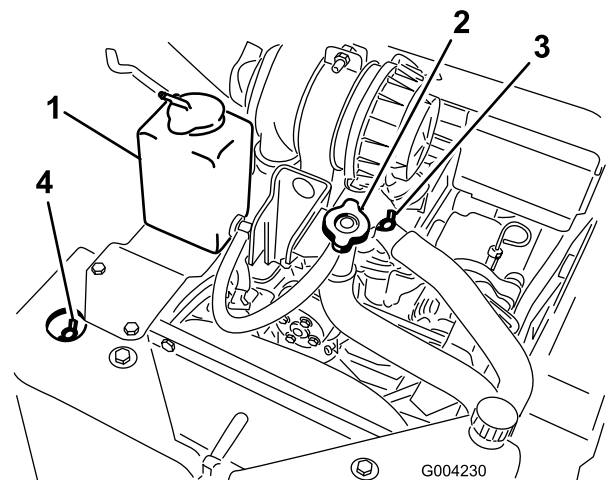

Рисунок 21
- A. Снимите крышку заливного отверстия охлаждающей жидкости (Рисунок 21).
- B. Откройте передний и верхний воздуховыпускные клапаны системы охлаждения (Рисунок 21).
- C. Заливайте охлаждающую жидкость в горловину заливного отверстия до тех пор, пока охлаждающая жидкость не начнет выходить из переднего воздуховыпускного клапана системы охлаждения (Рисунок 21).
- D. Закройте передний воздуховыпускной клапан системы охлаждения (Рисунок 21).
- E. Заливайте охлаждающую жидкость в горловину заливного отверстия до тех пор, пока охлаждающая жидкость не начнет выходить из верхнего воздуховыпускного клапана системы охлаждения (Рисунок 21).
- F. Закройте верхний воздуховыпускной клапан системы охлаждения (Рисунок 21).
- G. Заливайте охлаждающую жидкость в горловину заливного отверстия до тех пор, пока охлаждающая жидкость не покажется в отверстии горловины (Рисунок 21).
- H. Установите на место крышку заливного отверстия охлаждающей жидкости (Рисунок 21).
- I. Добавляйте охлаждающую жидкость в расширительный бачок до тех пор, пока ее уровень не дойдет до линии Full на стенке бачка (Рисунок 21).